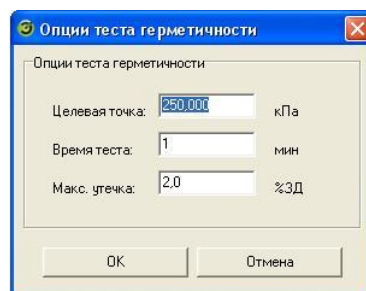

Рисунок 3.6.2 – Диалог опций теста герметичности
- «Запуск». Кнопка предназначена для запуска процесса теста герметичности системы. При нажатии на неё выводится диалог задания опций теста герметичности (рисунок 3.6.2).